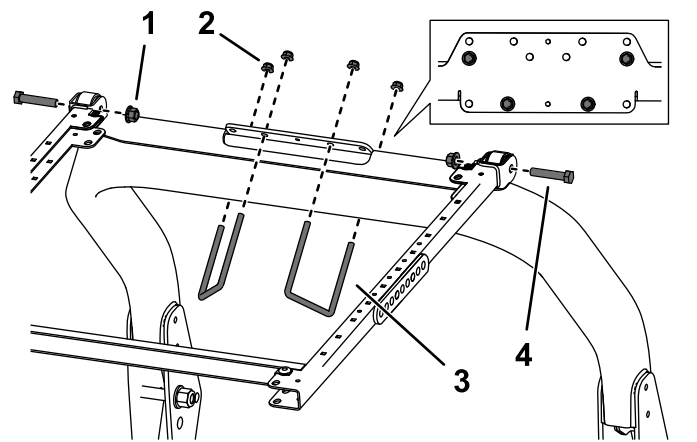

Bild 35
7. Befestigen Sie die Befestigungshalterung des Überrollschutzes mit zwei U-Bügeln (3 1/2") und vier Bundmuttern in den in Bild 35 abgebildeten Befestigungslöchern an der Oberseite des Überrollbügels.
6. Befestigen Sie die Befestigungshalterung des Überrollschutzes an der Oberseite des Überrollbügels der Zugmaschine (Bild 35). Stellen Sie sicher, dass der Überrollbügel in der Befestigungshalterung des Überrollschutzes zentriert ist.